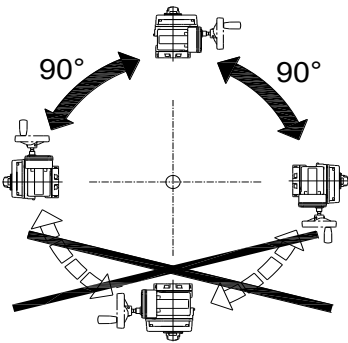

图 1
- 1.2 执行器安装方向如图 1 所示，可以水平或垂直安装，但不可倒置安装，如位置指示保护罩朝地面方向。